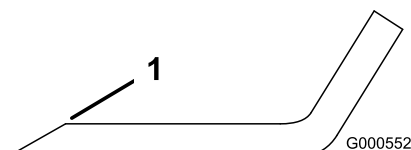

Figura 50
1. Utilice una lima para afilar el filo de corte en ambos extremos de la cuchilla (Figura 50).
Nota: Si la cuchilla no está equilibrada, rebaje algo el metal en la parte de la vela solamente con una lima (Figura 50).